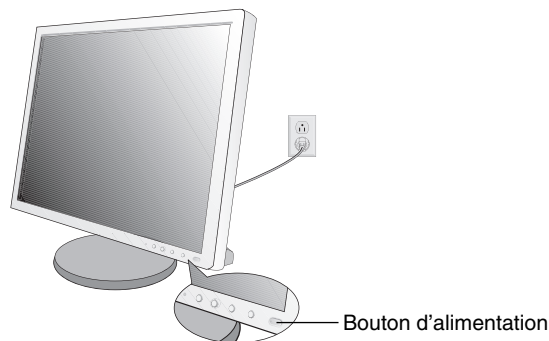

Figure C.1
7. Allumez l'ordinateur, puis le moniteur en appuyant sur le bouton d'alimentation situé sur la face avant (**Figure C.1**).